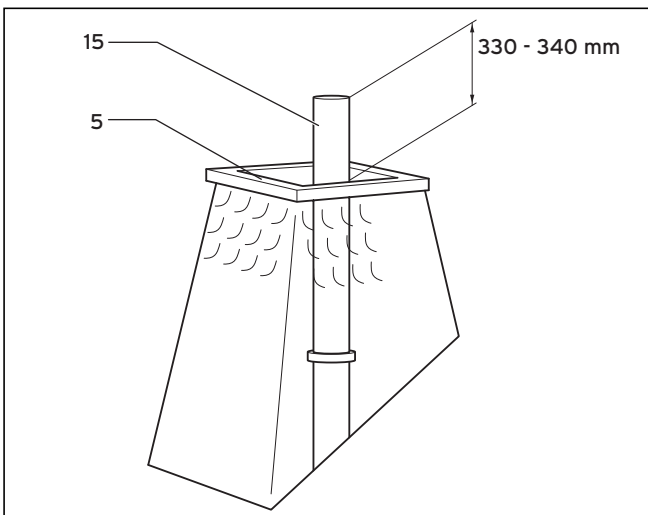

Рис. 6.48 Укорачивание трубы из нержавеющей стали
- Укоротите трубу из нержавеющей стали (15) согласно рис. 6.48.
- Вставьте трубу из нержавеющей стали (15) в соединительную деталь (3).